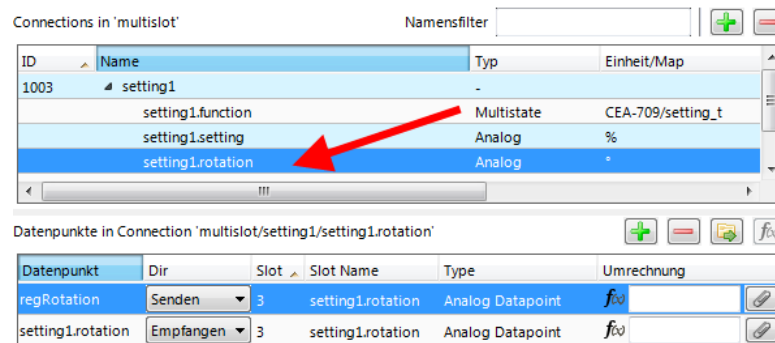

Abbildung 21: Einen Datenpunkt zu einem Slot hinzufügen.
- Verbinden Sie andere Datenpunkte mit den Slots, indem Sie diese auf die Slots fallen lassen. Verbinden Sie beispielsweise das Register 'regRotation', indem Sie es auf 'setting1.rotation' fallen lassen, wie in Abbildung 21 gezeigt.